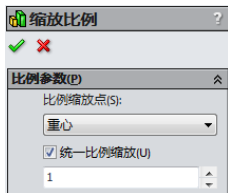

图 4-31 “缩放比例”属性管理器
**04** 执行缩放比例命令。在菜单栏中选择“插入”→“特征”→“缩放比例”命令，或者单击“特征”工具栏中的“比例缩放”图标按钮，此时系统弹出如图 4-31 所示的“缩放比例”属性管理器。